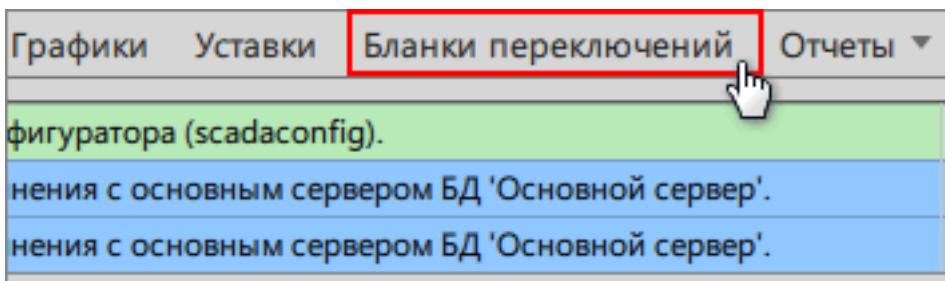

Рисунок 125 - Меню «Бланки переключений»
1. Нажмите на меню **Бланки переключений** на панели управления (Рисунок 125). Откроется рабочая область БП.